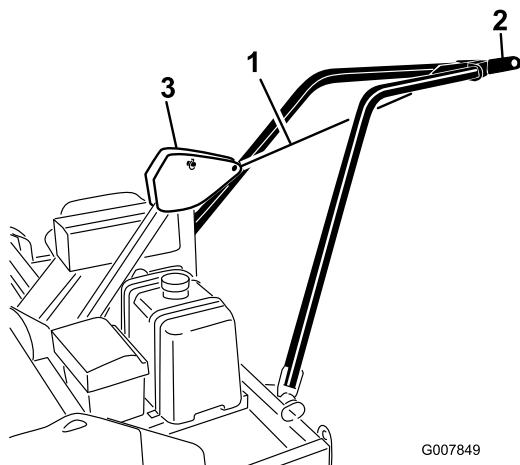

図 14
1. 牽引アームを持ち上げておき、積荷固定用のロープなどを使って、牽引アームのヒッチ・プレートをフレーム・ヒッチのピボットに固定する(図 14)。